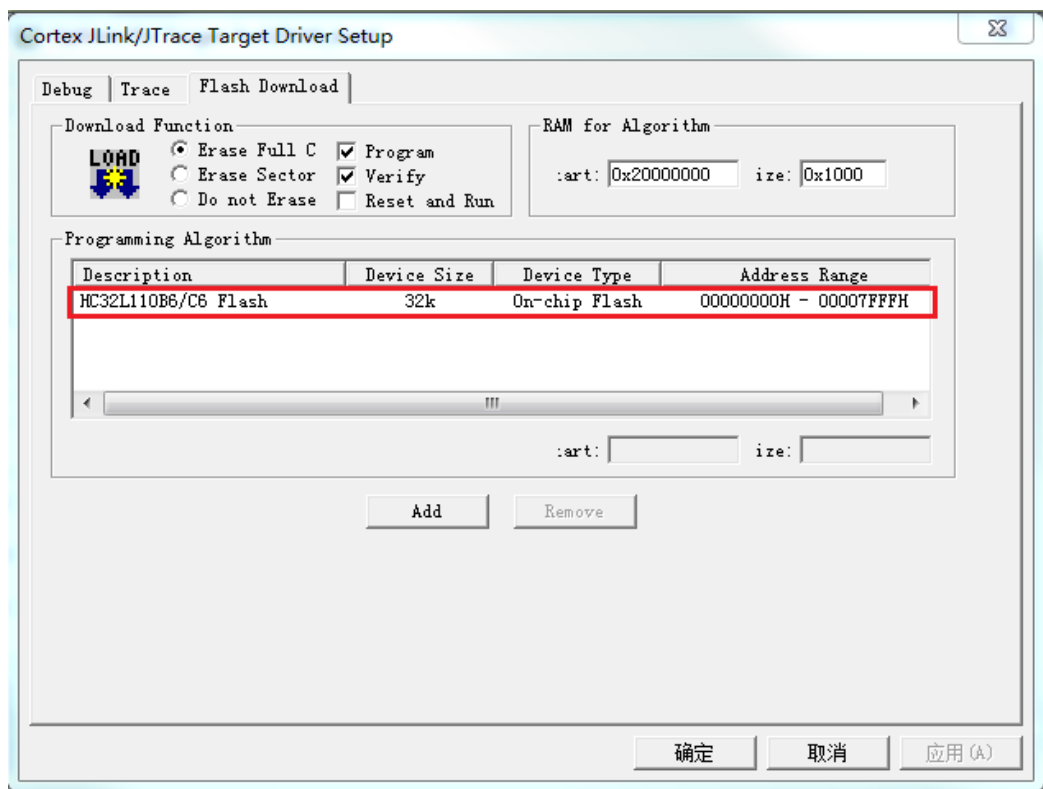

图 5 添加 flash 算法文件
- 3) 打开 Project->Options for Target->Debug->Settings->Flash Download, 如图 5 所示, 检查 flash 算法文件 (.FLM 格式) 是否已添加, 如果图 5 中红框位置为空, 则需要把相应芯片的算法文件添加进来, 添加步骤如下: (如果红框位置不为空, 且算法文件不匹配, 则需先删除不匹配的算法文件)
步骤 2: 点击图 5 中的“add”按钮, 选择芯片对应 flash 算法文件。
步骤 3: 点击图 5 中的“确定”按钮, flash 算法文件添加结束。